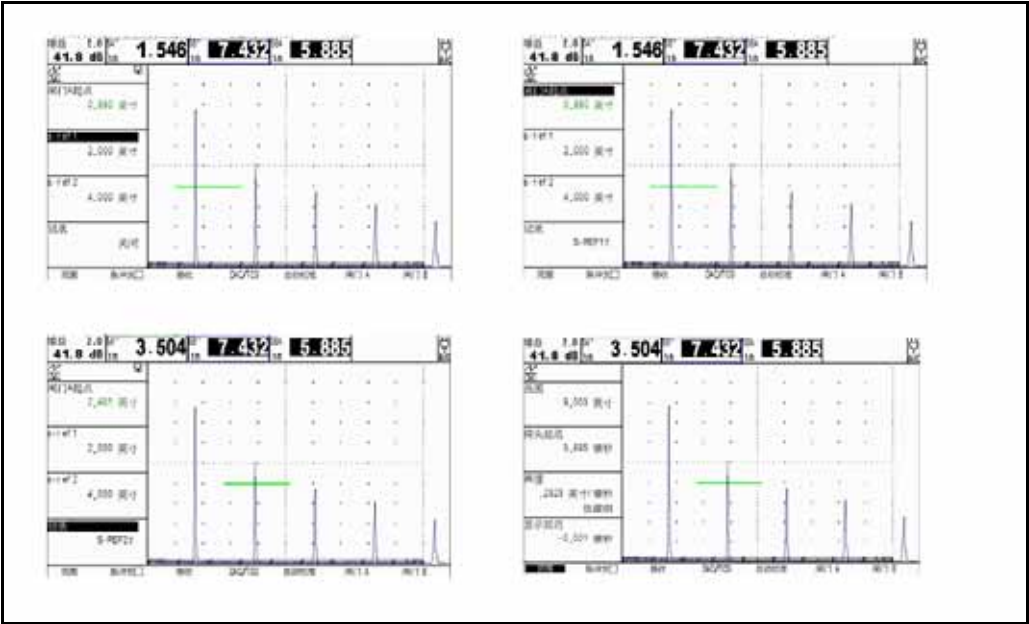

图 14：自动校准操作程序
**注意：**进行本节中的说明时，请参考第 56 页中的图 14。
4. 使用耦合剂，使探头与 **较薄的** 校准标准相耦合。A START（闸门 A 起点）功能高亮显示时，按功能切换按钮或移动操纵杆 () 来移动闸门 A 的起始点，直到闸门 A 位于与较薄标准的厚度相对应的回波之上（请参见第 56 页中的图 14）。粗调通过功能切换按钮进行，而微调通过操纵杆进行。
6. 使用耦合剂，使探头与较厚的校准标准相耦合。然后，使用操纵杆 () 选择 A START（闸门 A 起点）功能。按功能切换按钮或移动操纵杆 () 来移动闸门 A 的起始点，直到闸门 A 位于与较厚标准的厚度相对应的回波之上（请参见第 56 页中的图 14）。粗调通过功能切换按钮进行，而微调通过操纵杆进行。